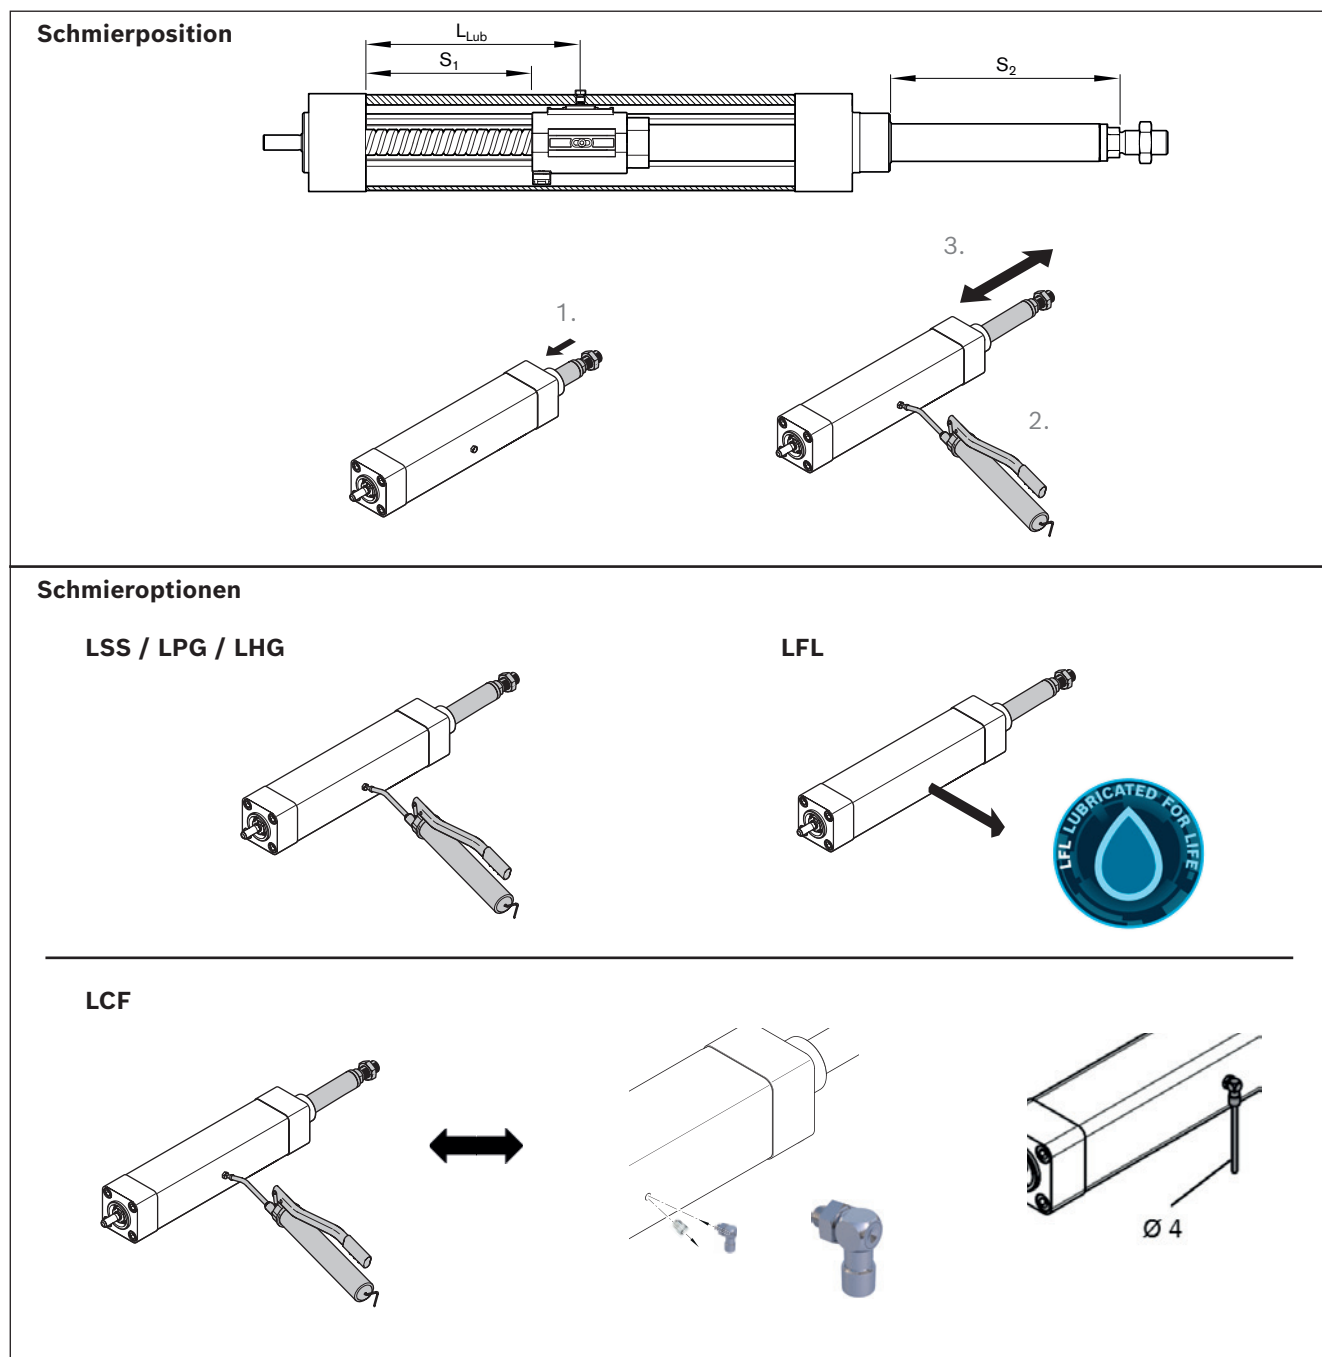

Fig. 37: Schmierposition / Schmieroptionen
1. Um die Schmierposition L_{Lub} zu erreichen, die Kolbenstange auf Hubposition S_2 verfahren. Hierfür S_1 nach Tabelle 17 auf Seite 39 von hinterer Endlage verfahren. ► Fig. 37
2. Für die Schmieroption LSS, LPG und LHG den Kugelgewindetrieb über den Schmiernippel fetten. Für die Schmieroption LCF den Trichterschmiernippel durch den beiliegenden Anschluss für die Zentralschmieranlage ersetzen und schmieren ► Fig. 37. Dabei die gesamte Nachschmiermenge auf einmal einbringen. Für die Schmieroption LFL ist keine Nachschmierung erforderlich.